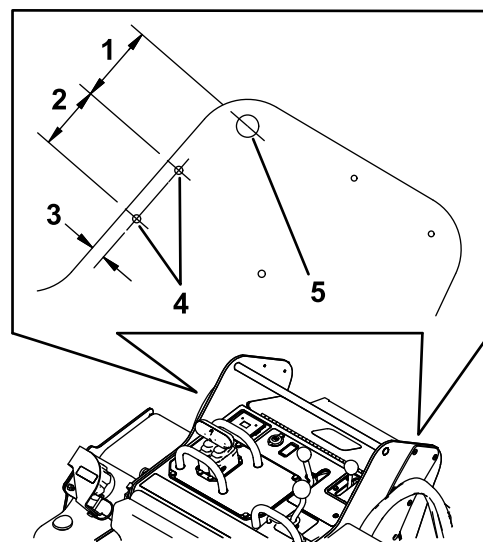

Bild 6
1. Messen Sie von den Rahmenrändern nach innen (siehe **Bild 6**) und markieren die Positionen der Löcher für die Befestigung der Scheibenhalterung.